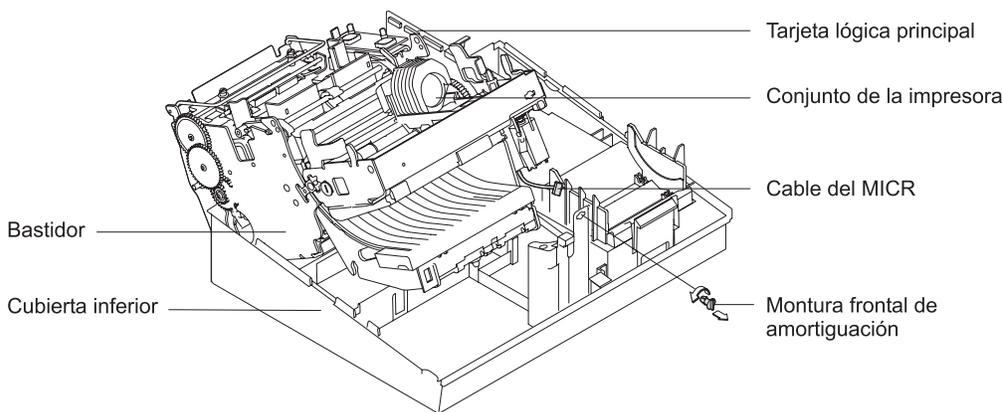

Figura 4-31. Extracción de la montura frontal de amortiguación y desconexión del cable del MICR
5. Extraiga la montura frontal de amortiguación. Consulte la Figura 4-31.
6. Levante la parte frontal del bastidor de la impresora hasta una altura suficiente para poder acceder al interior y desconecte el cable del lector MICR. Consulte la Figura 4-31.